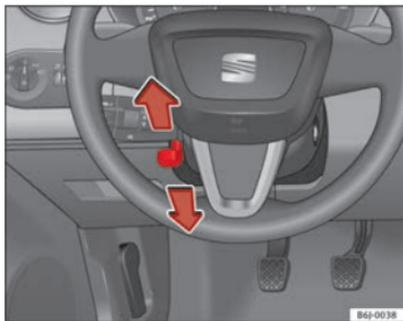

Abb. 95 Lenkradhöhen-
- Schwenken Sie den Hebel ⇒ Abb. 95 unter der Lenksäule nach unten ⇒ ⚠.
- Stellen Sie das Lenkrad in die gewünschte Position ein ⇒ Abb. 95.
- Stellen Sie den Fahrersitz bzw. das Lenkrad so ein, dass der Abstand zwischen Lenkrad und Brustbein mindestens 25 cm beträgt ⇒ Abb. 95. Wenn Sie den Mindestabstand nicht einhalten, kann Sie das Airbag-System nicht schützen – Lebensgefahr!